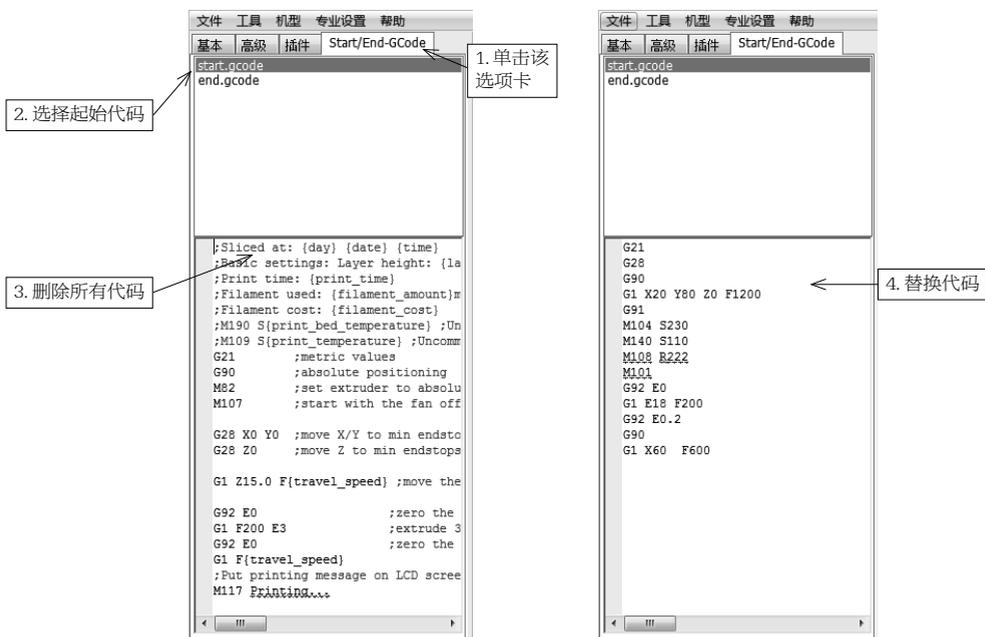

图 3-85 替换起始代码
(1) 单击 Start/End G-code 选项卡,选择其中的 start.G-code,然后将其下方的所有代码行删除,替换成如下代码,具体如图 3-85 所示。